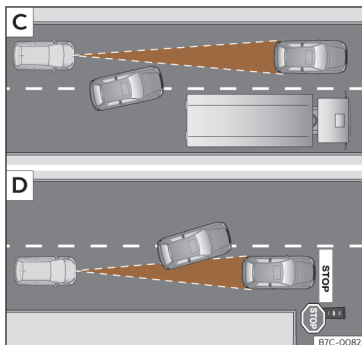

Fig. 158 [C] Cambio de carril de un vehículo. [D] Vehículo girando y otro detenido.
- Vehículos que cambien al carril por el que usted circula a poca distancia de su vehículo » » » **fig. 158** [C].
El ACC no reacciona ante vehículos detenidos. Si, p.ej., un vehículo detectado por el ACC gira o se aparta y delante del mismo se encuentra un vehículo detenido, el ACC no reaccionaría ante este último » » » **fig. 158** [D].